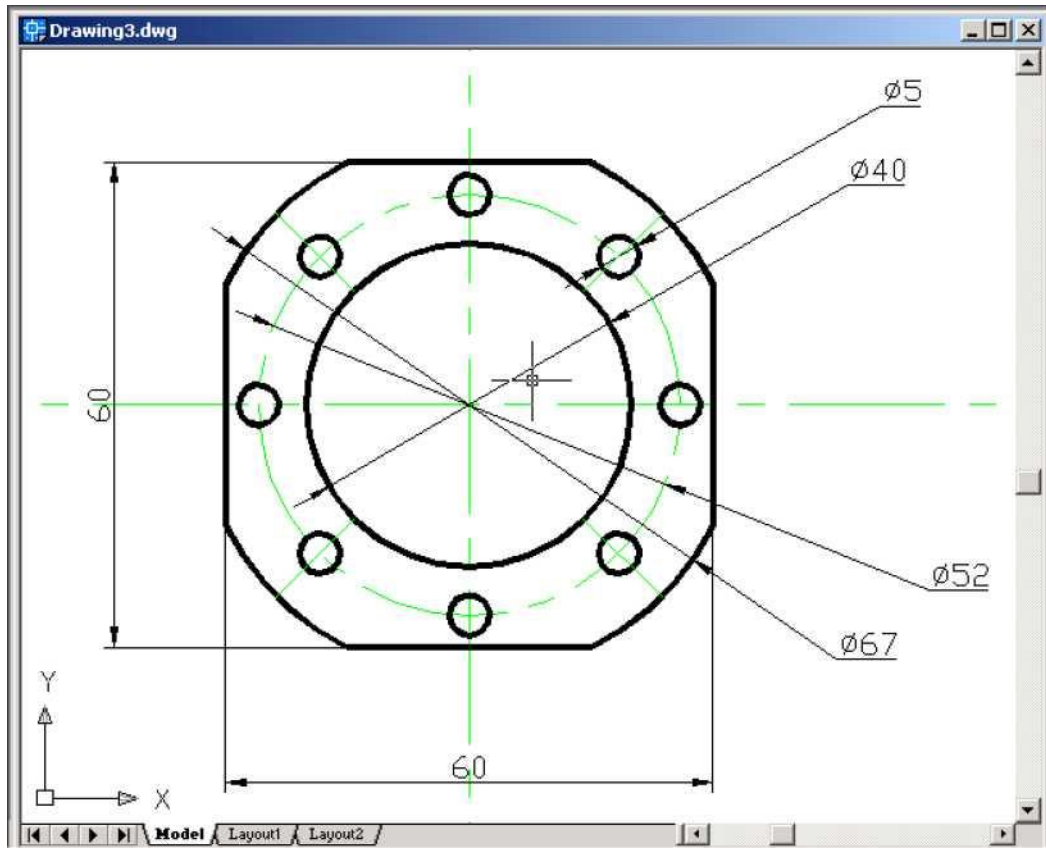

Рис. 7
14. **Выполните сечение детали (рис. 7).**
Постройте окружности с диаметрами, указанными на рис. 7, объектные привязки центров - к центральной точке пересечения.
Дальнейшие построения согласно рис.7.